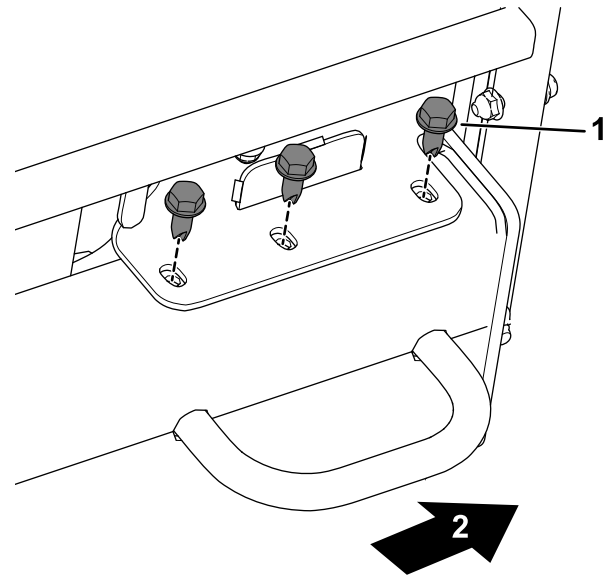

Figura 4
- A. Retire los pernos del larguero del bastidor en cada lado de la máquina (Figura 4).